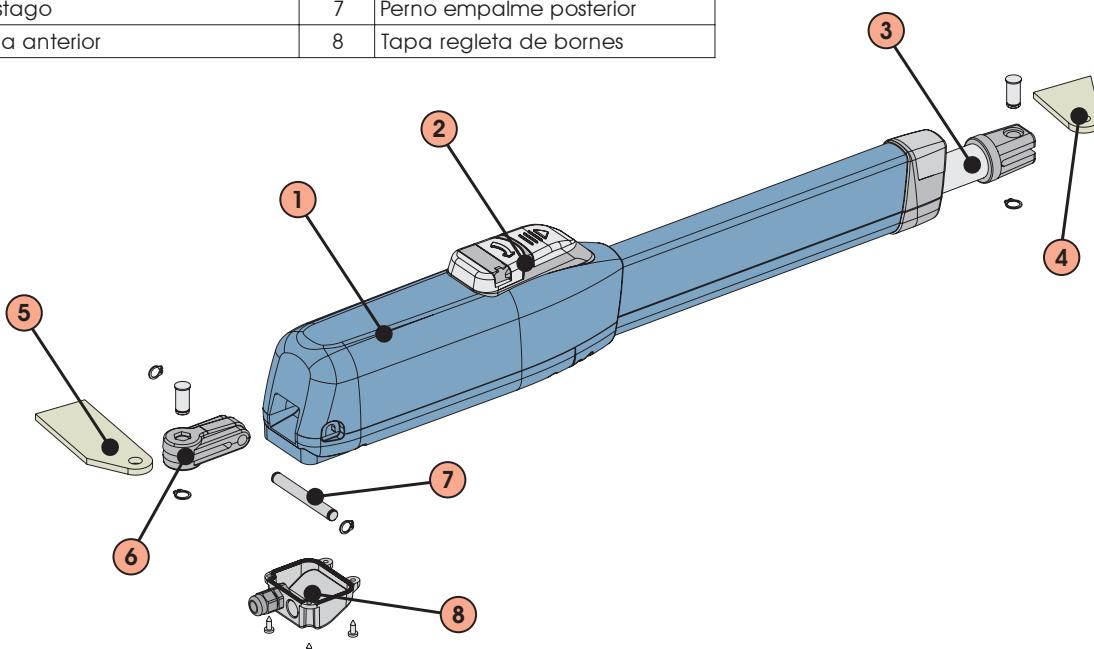

Fig. 1
- 2) Schuif het beschermdeksel weg, fig. 1/1.
- 3) Steek de sleutel erin en draai hem 90°, fig. 1/2.
- 4) Til de bedieningshendel op, fig. 1/3.
- 5) Om de aandrijving te ontgrendelen draait u de bedieningshendel 180° in de richting van de pijl op het ontgrendelsysteem, fig. 1/4.